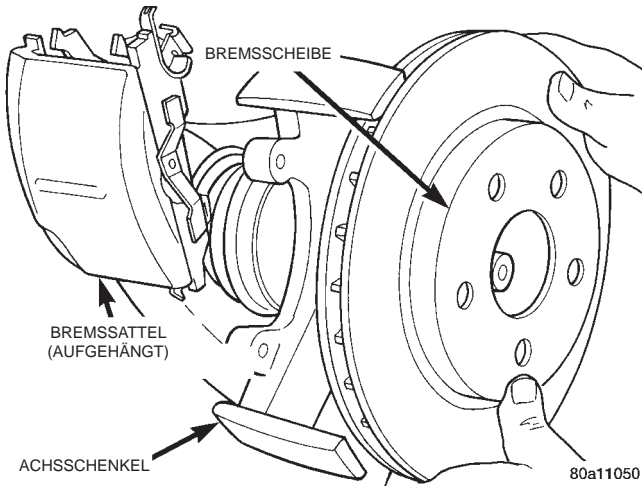

Abb. 50 Bremsscheibe abnehmen/aufsetzen
(7) Die Brems Scheibe von der Vorderradnabe abnehmen (Abb. 50).
(1) Den Kolben ganz in die Zylinderbohrung des Bremssattels zurückdrücken, um den Bremssattel mit neuen Bremsbelägen einbauen zu können.
(2) Beide Auflageflächen des Achsschenkels mit Mopar®-Mehrzweckfett oder einem gleichwertigen Produkt reichlich einfetten.
(3) Die Bremsscheibe wieder auf die Radnabe aufsetzen und sicherstellen, daß sie flächig auf der Stirnfläche aufliegt (Abb. 50).
(4) Das Schutzpapier von der geräuschdämmenden Dichtung (sofern vorhanden) am inneren und äußeren Bremsbelag abziehen.